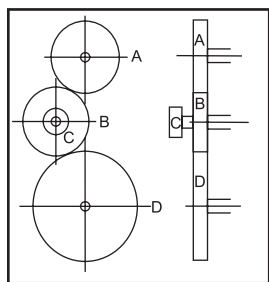

рис. 3
а) рис.3 - для нарезания резьбы шагом =0,5 мм используйте положение
- Когда конфигурация зубчатой передачи простая, как показана на рис.3 суппорта 13 (рис.1) отвести поворотный суппорт 7 (рис.1) так, чтобы освободить два установочных болта. Ослабить натяжение болтов, установить поворотный суппорт 7 (рис.1) на необходимый угол, по показаниям шкалы. Шестерня В действует как холостая и ее размер не имеет значения - любая подходящая подойдёт для соединения А и D.